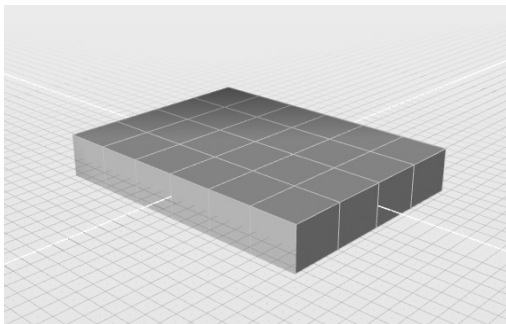

图 7-4 切换至多边形模式观察
2) 在控制面板中, 取消勾选 “Nurbify” 复选框, 获得结果切换为多边形模式, 如图 7-4 所示。这种模式更利于观察。